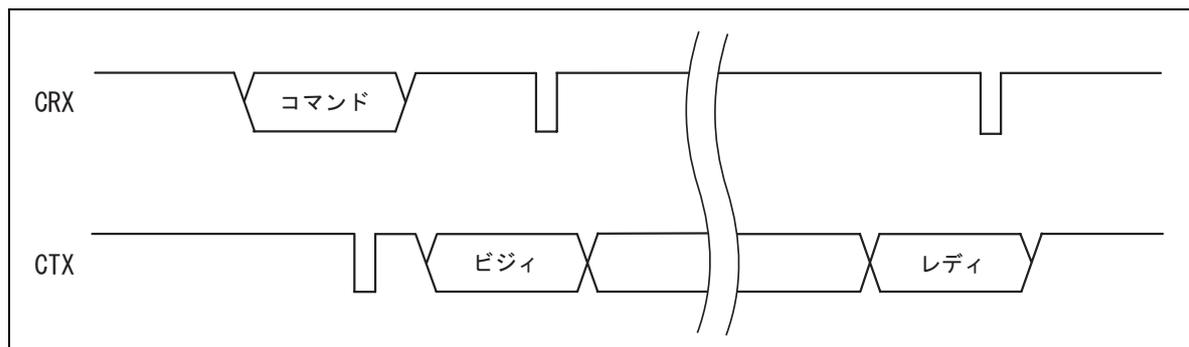

図 4.0.1 コマンド基本処理
- 1). 図4.0.1のようにM32R/ECUは、CANフラッシュプログラマよりコマンドを受信します。